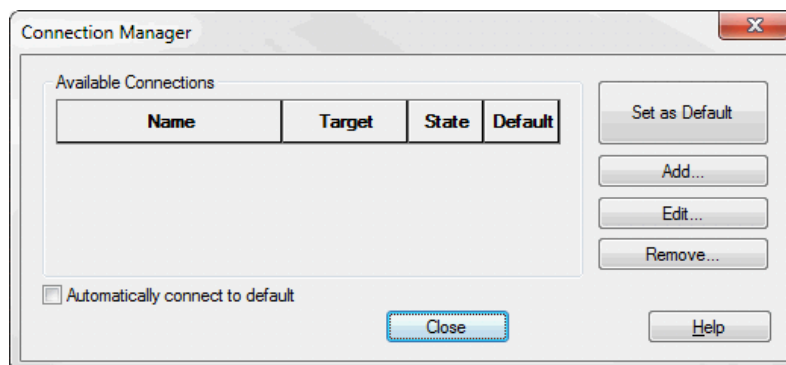

Рис. 5-1: Окно «Менеджер подключений»
1. В Xtralis VSC выберите в системе меню **Connection | Manager** (Подключение | Менеджер). Откроется диалоговое окно «Менеджера подключений» (Connection Manager) (Рис. 5-1).